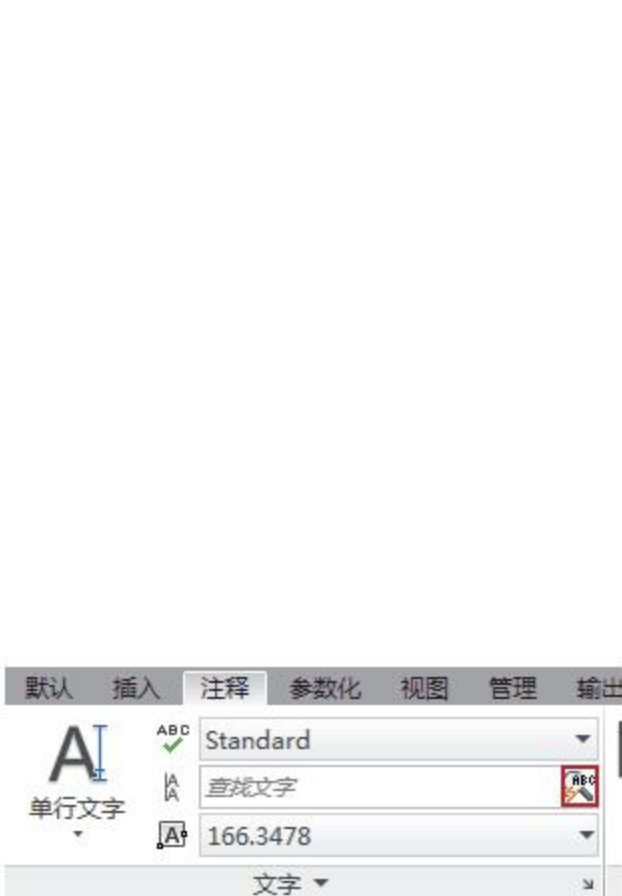

图6-50 单击按钮
- 功能区：在【注释】选项卡中，单击【文字】面板中的【查找】按钮，如图6-50所示。